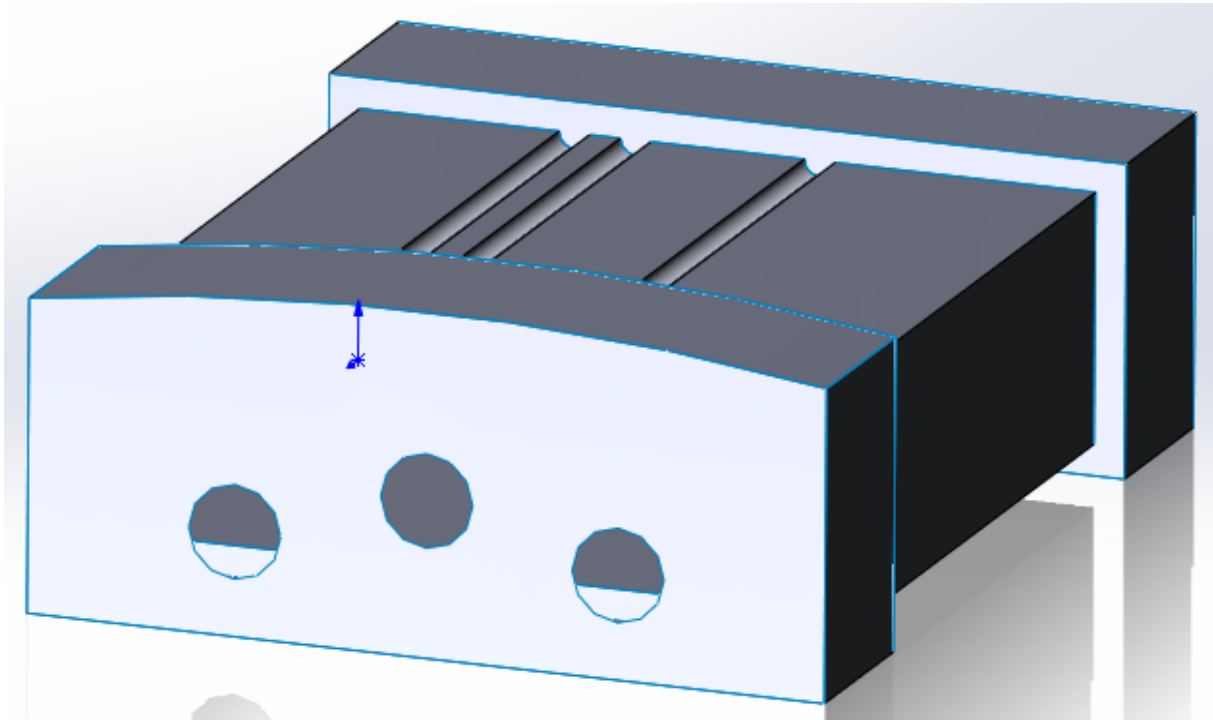

Рис. 18. Построение плоской поверхности
19. Для построенного эскиза повторяем пункт 11 (рис. 18).